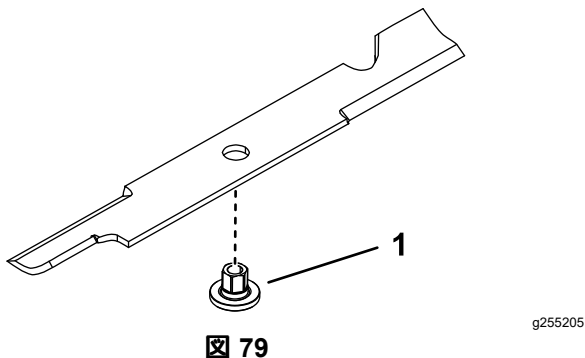

図 79
1. ブレードにブッシュを取り付けるブッシュのフランジが下地面側になるように取り付ける図 79。